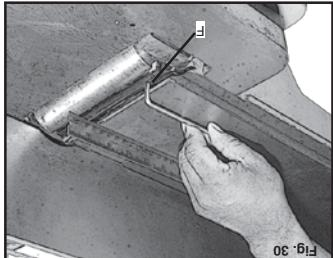
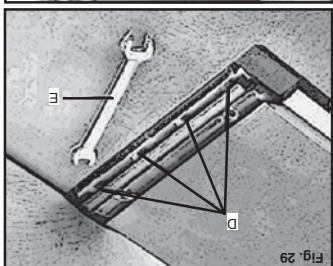

Fig. 30
Fig. 29
Si las cuchillas están colocadas muy cerca de la superficie que se verá en la Fig. 30, el resultado del corto será muy desigualado.
6. Si la cuchilla está muy arrastrada o muy debajo en alguno de sus extremos, gire la cuchilla para que el tornillo quede alineado con la cuchilla (D) Fig. 29 en sentido contrario a las manecillas del reloj para elevar la cuchilla (D). Asegúrese de que el tornillo quede alineado con la cuchilla (D) Fig. 29 en sentido contrario a las manecillas del reloj para elevar la cuchilla (D). Sostenga la leva (E) que se suministra. Tornillos de ajuste alfilerados. Sostenga la leva (E) que se suministra. Tornillos de elevación (F) Fig. 30 en sentido contrario a las manecillas del reloj para elevar la cuchilla (D).
5. Gire cuidadosamente los tornillos ubicados en la cuchilla (D) Fig. 29 en sentido contrario a las manecillas del reloj para elevar la cuchilla (D). Sostenga la leva (E) que se suministra. Tornillos de elevación (F) Fig. 30 en sentido contrario a las manecillas del reloj para elevar la cuchilla (D).